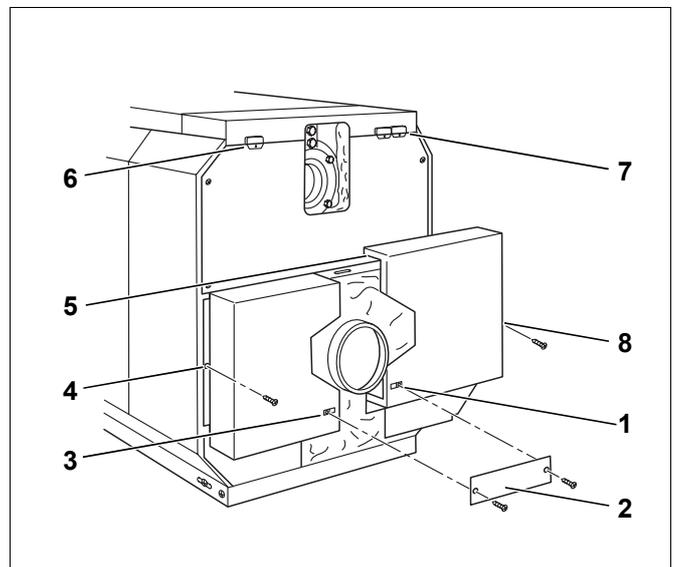

Bild 56 Kesselrückwandteile montieren
- ▶ Schnappmuttern in die linke und rechte Seitenwand sowie in die Kesselrückwandteile einsetzen (Bild 56, **Pos. 1, 3, 4 und 8**).
- ▶ Die unteren Kesselrückwandteile links und rechts in die Schlitz der Abkantung der oberen Kesselrückwand und der Seitenwand einhängen (Bild 56, **Pos. 5**).
- ▶ Verbindungsblech (Bild 56, **Pos. 2**) unterhalb des Abgasstutzens auf die Kesselrückwandteile mit Blechschrauben anschrauben.
- ▶ Kabeldurchführungen aus Kunststoff wahlweise links oder rechts an der oberen Kesselrückwand befestigen (Bild 56, **Pos. 5 und 6**).